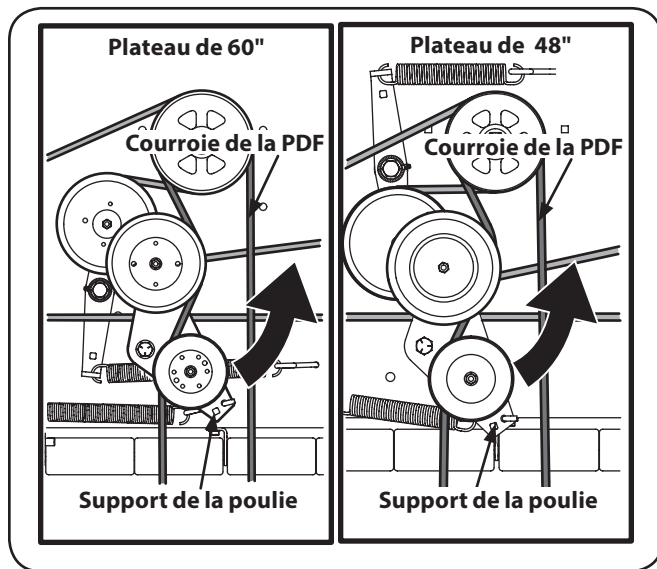

Figure 7-2
4. Insérez un bras de force de 1/2" dans le support de la poulie de tension et tournez-le vers la droite de la tondeuse. Faites glisser la courroie hors de la poulie de la prise de force. Voir Figure 7-2.